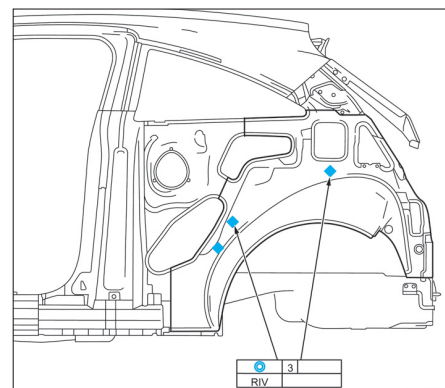

FIG. 116
- Riveter la doublure d'aile arrière (Fig.116).